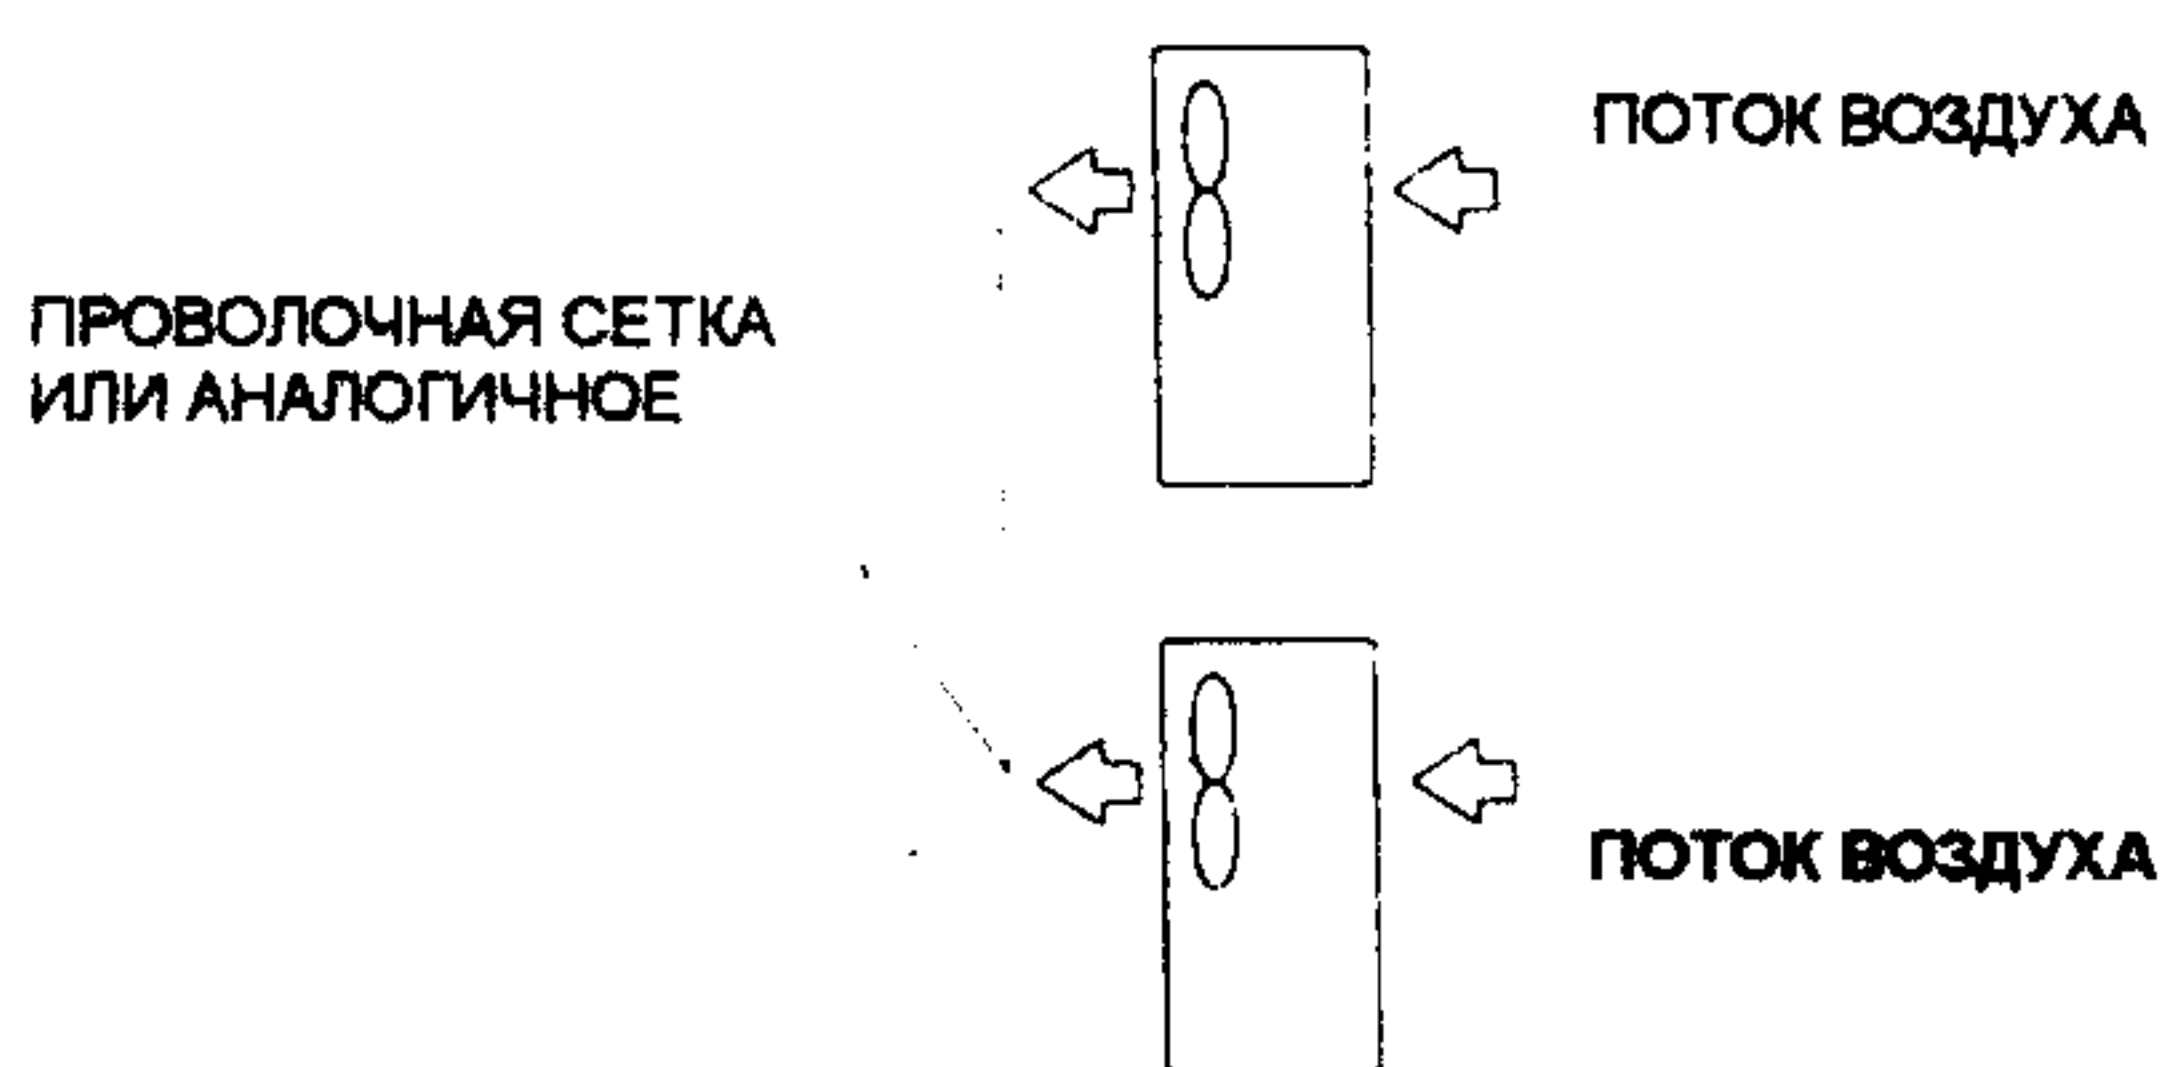

Рис. 6 Монтаж на крыше
- 3) **УСТАНОВКА НА КРЫШЕ** – Установка производится на горизонтальной платформе или раме. При установке рядом нескольких блоков сторону выхода воздуха следует держать открытой как показано на рис. 6